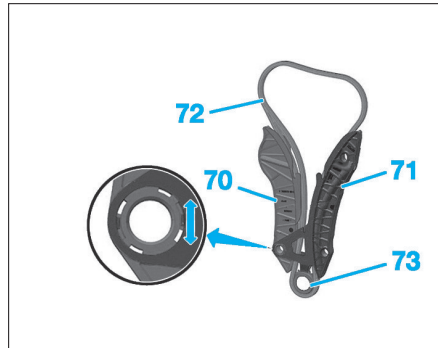

FIG. 23
- le guide tendeur (70) (Fig.23),
- le guide fixe (71),
- la chaîne de distribution (72),
- le pignon de vilebrequin (73).
- Présenter l'ensemble chaîne de distribution (72), guide tendeur (70), guide fixe (71), pignon de vilebrequin (73) par le dessus de la culasse.